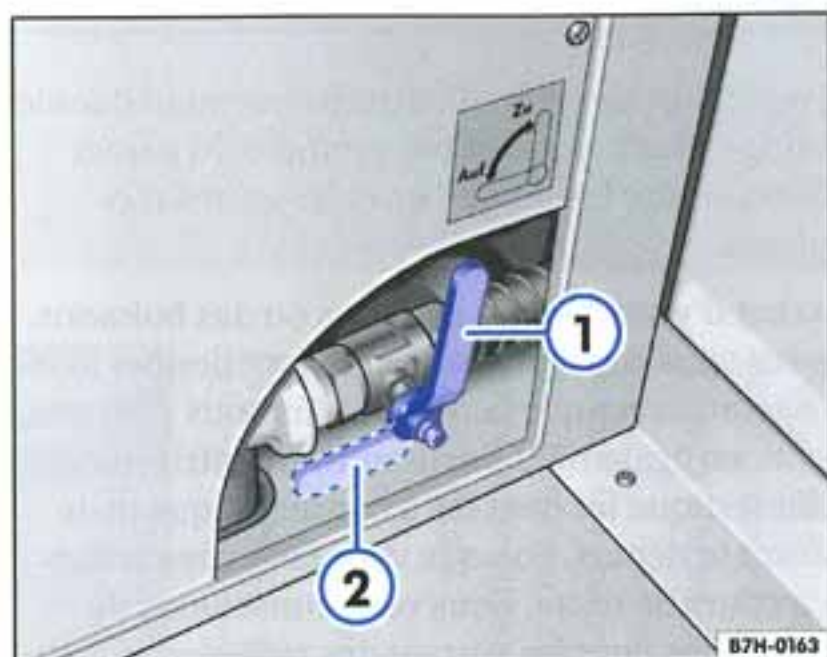

Fig. 44 Levier d'arrêt du réservoir d'eaux usées dans le placard bas : vanne fermée ① ou ouverte ②
- Positionnez le levier d'arrêt à l'horizontale ⇒ fig. 44 ②. Les eaux usées contenues dans le réservoir passent à travers l'orifice de vidange et se déversent sous le véhicule.
- Après la vidange du réservoir d'eaux usées, positionnez le levier d'arrêt à la verticale ①.